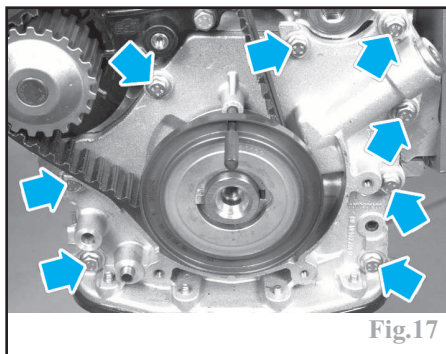

Fig.17
- les huit vis de la pompe à huile en bout de vilebrequin (Fig.17).